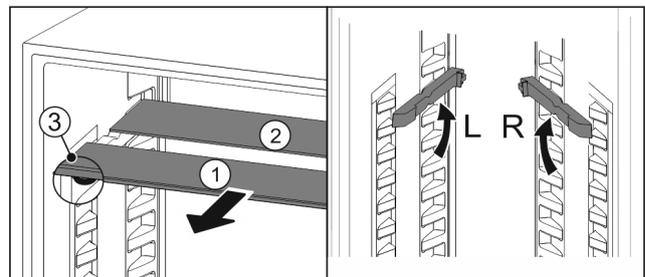

Fig. 83
- ▶ Glasplatten einzeln nach vorne herausziehen Fig. 83 (1).
- ▷ Glasplatte Fig. 83 (1) mit Zierleiste liegt vorne.
- ▷ Stopps Fig. 83 (3) zeigen nach unten.